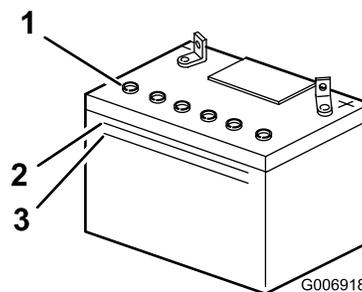

Figura 32
2. Mire hacia el lateral de la batería. El electrolito debe llegar a la línea superior (Figura 32).
Nota: No permita que el electrolito esté por debajo de la línea inferior (Figura 32).
2. Retire los tapones de llenado (Figura 32).
3. Vierta lentamente agua destilada en cada célula de la batería hasta que el nivel llegue a la parte inferior del tubo (Figura 32).